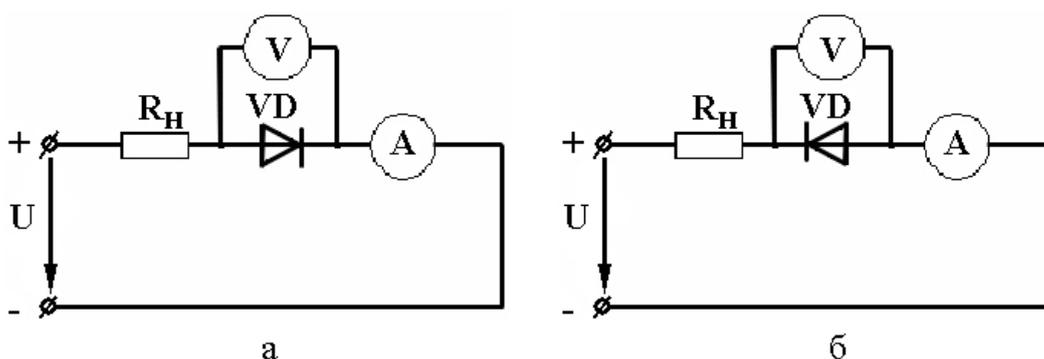

Рис. 4. Схема исследования прямой (а) и обратной (б) ветвей вольт-амперной характеристики диода.
- собрать схему как показано на рис. 4 а.
- собрать схему, изменив полярность напряжения на диоде (рис.4 б).